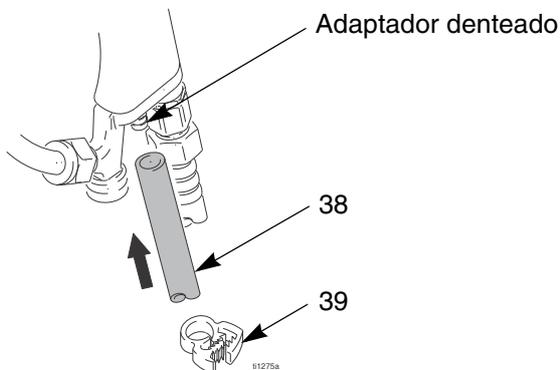

FIG. 5
Prima o tubo de exaustão (38) no adaptador denteado no fundo do punho da pistola. Prenda o tubo com o grampo (39) (FIG. 5).